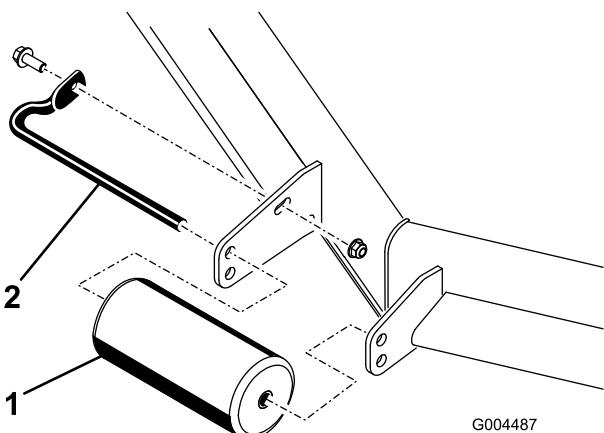

Figura 24
- Retire os dispositivos de fixação que fixam cada rolo na plataforma do cortador e desloque os rolos para cima ou para baixo conforme desejado; consulte Figura 24 a Figura 28 conforme se aplique ao seu cortador.